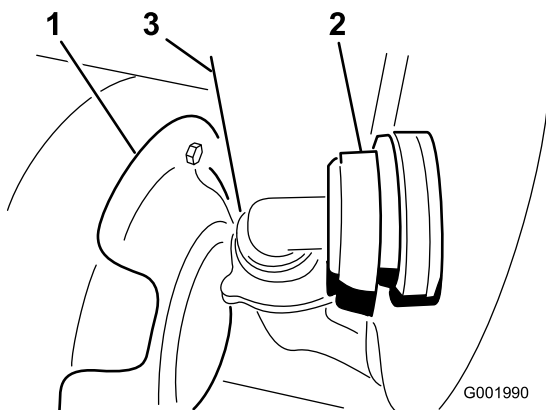

図 57
3. タンクの前壁の下にあるホースを外す (図 57)。
**注** 防熱シールド (図 57) を押しのけないとカバーが取り外せない場合があります。
7. タンク前面下のホースを接続する (図 57)。